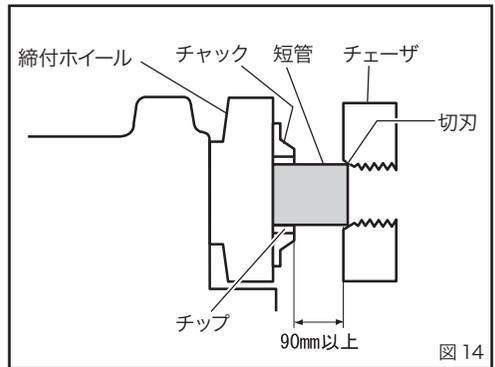

図 14
- ① 後部スクロールおよびチャックをパイプ径より大きく開き、パイプを後部スクロール側から差し込んでください。(短管の場合はチャック側から差し込みます。)
- ② 後部スクロールを締めてから、右手でパイプを支え左手で締付ホイールを回してチャックを軽く締め、パイプにチップをよくそわせてから強くパイプを締め付けます。(反動を付けて締付ホイールを回す)
- ③ パイプの取外しは、反動をつけて締付ホイールを逆方向に回せばチャックが緩みます。次にスクロールを緩めてパイプを取り外してください。
■短管ねじ切りのパイプのつかみ方 (図 14)